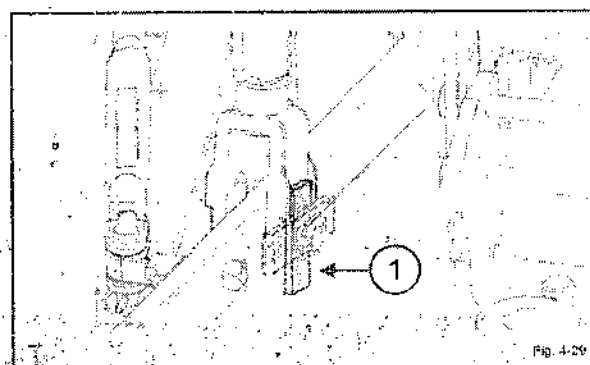

Fig. 4-29
- 4.46.7 Use 1 (Fig.4-29) para ajustar a posição flutuante. Use na vertical se um grau de liberdade de movimento for necessário para implementos com oscilação lateral tipo roçadeira e ensiladeira. Use o ajuste horizontal para travar os acoplamentos inferiores e para sensoriamento adequado. Também use o modo flutuante 1 (Fig. 4-29) ao acoplar implementos para facilitar a manobra.